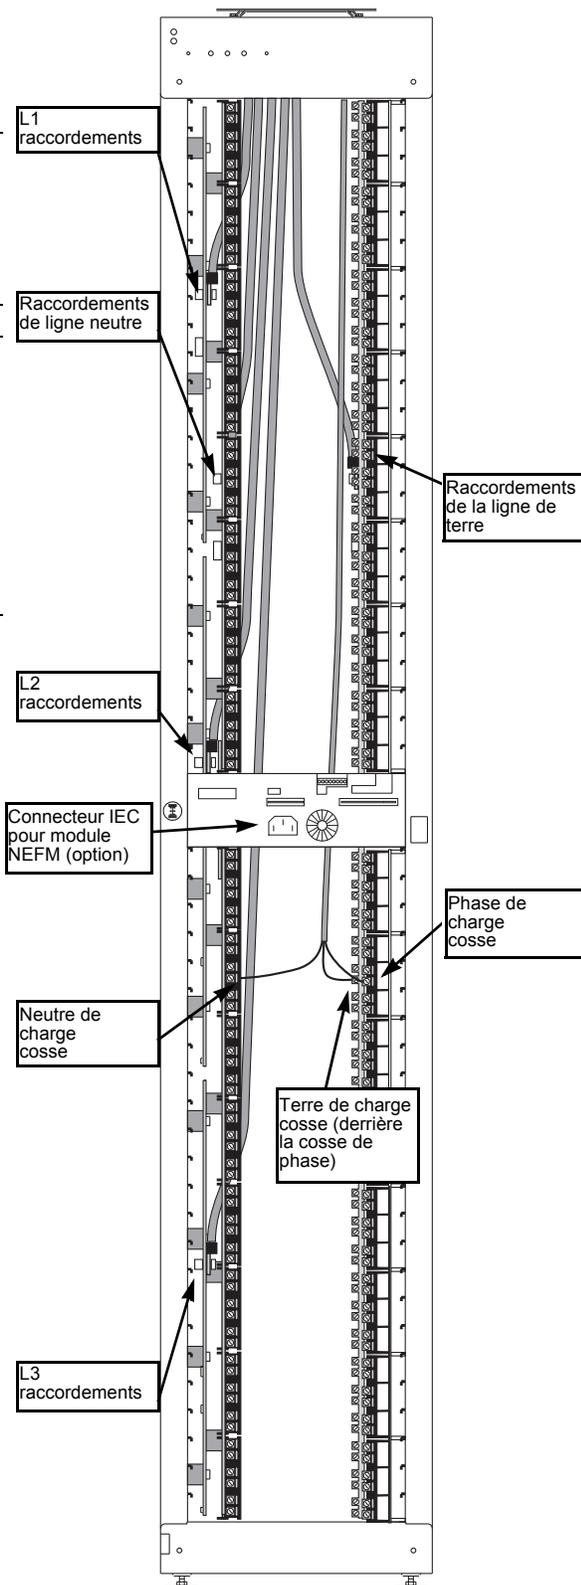

Figure 9: Raccordements de ligne et de charge
- Étape 4: Fixez la cosse sur la borne de phase, de neutre ou de terre qui convient, comme indiqué à Figure 9: Raccordements de ligne et de charge page 12.